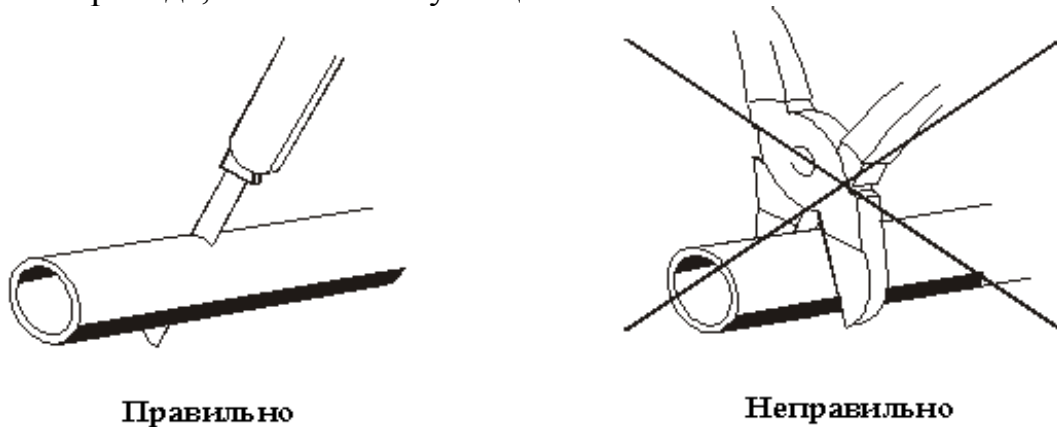

Рис. 11 - Отрезка трубопровода перед установкой.
10.6.2 При монтажных работах отрезку топливопровода производить только острым ножом, согласно рис.11. На местах среза не допускаются сужение проходного сечения топливопровода, вмятины и заусенцы.